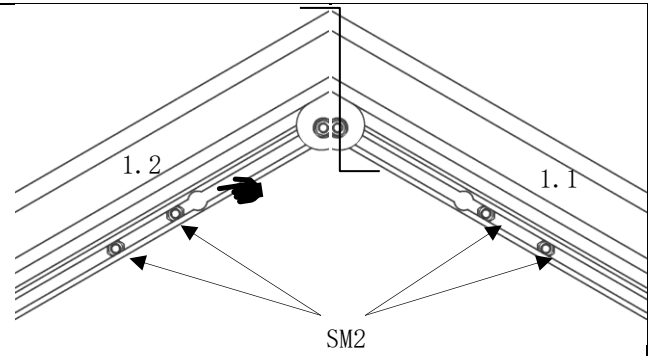

Abb. 19
- den Kopf der Sechskantschrauben (Pos. SM2) werden in die Montagebohrungen der Ortgangprofile (Pos. 1.1/1.2) eingeführt. (Abb. 19)